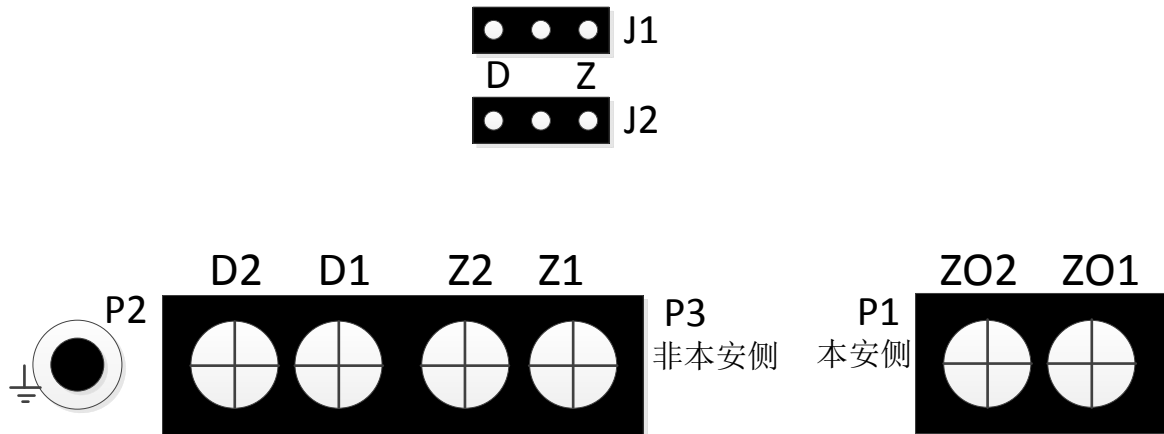

图 3 接线端子示意图
- b) 非本安侧连线。非本安侧接线端子有 4 个，配合主板上的短路帽（J1、J2），支持 4 线和 2 线两种接法，如图 3 所示。具体接线说明如下：